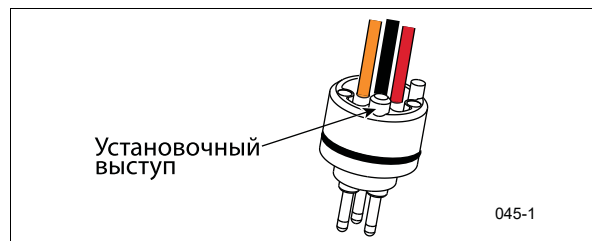

Рис. 33. Установочный штырь вилки разъема
10. Отметьте положение небольшого установочного штыря на тыльной стороне вилки разъема (см. рис. 33).